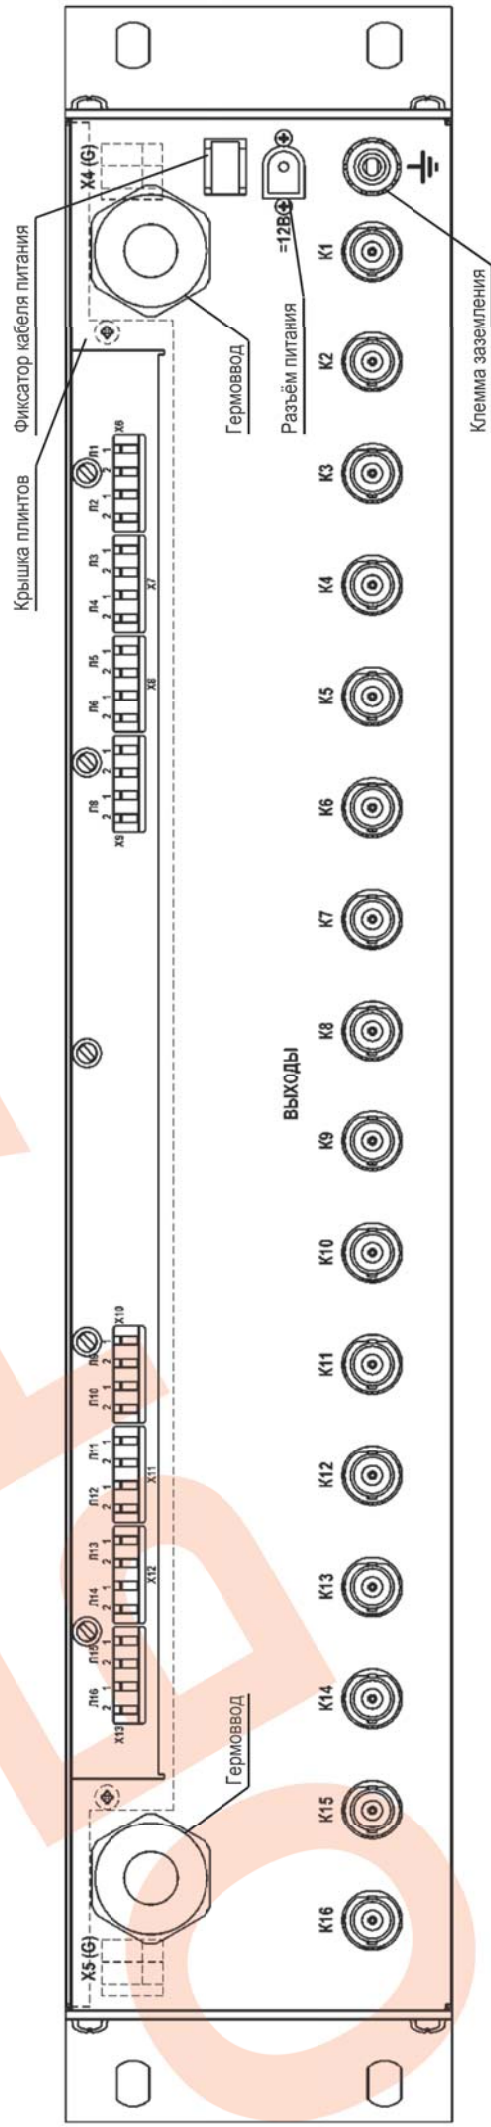

Рис. 1 Вид сзади (крышка плинтов показана пунктиром)
2. Ввести кабели через гермовводы на задней стенке (рис. 1).
4. Подключить сигнальные линии, идущие от передатчиков, к разъёмам X6 ÷ X13 (рис. 1). На данных разъёмах пронумерованы пары контактов (рис. 1). Линии, идущую от передатчика №1, необходимо подключить к первой паре контактов (Л1) разъёма X6, линию от передатчика №2 к паре контактов Л2 разъёма X6. Аналогично подключаются линии 3 – 16 к разъёмам X7 ÷ X13 (пары контактов Л3 – Л16).
5. Подключить дренажные проводники (проводники имеющие контакт с экраном кабеля) к разъёмам X4 и X5 (G) (рис. 1).
Выходные видеосигналы снимаются с соответствующих ВНС-разъёмов К1...К16 (рис. 1).
1. Соединить клемму заземления « \perp » (рис. 1) проводом с шиной заземления.
2. Подключить блок питания к крейту с помощью разъёма питания (рис. 1).